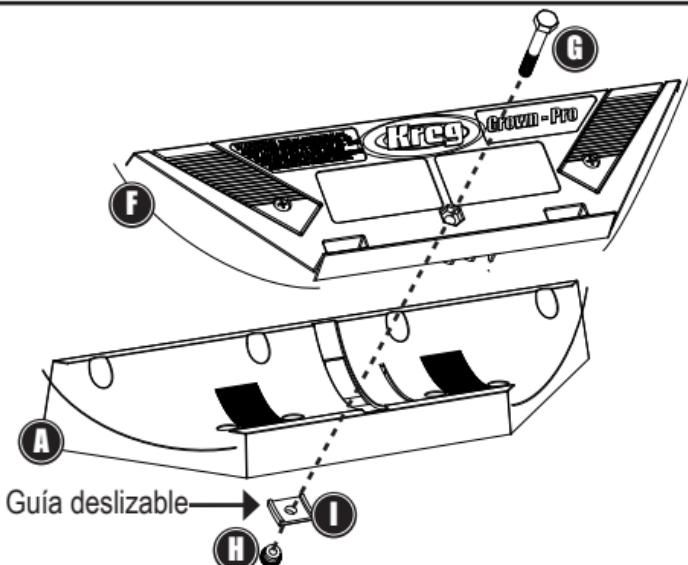
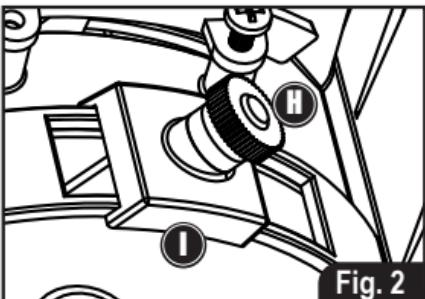

Fig. 1
Fig. 2
Agregue las 10 patas de goma (B) a la base (A) para obtener un agarre resistente a la superficie de trabajo (**Fig. 3**). Conecte la plataforma de la moldura (F) a la base (A) con el perno grande (G) (**Fig. 1**). Coloque la guía deslizable (I) sobre el perno (como se muestra) y fíjela en su lugar con la tuerca de mariposa de plástico (H) (**Fig. 2**).